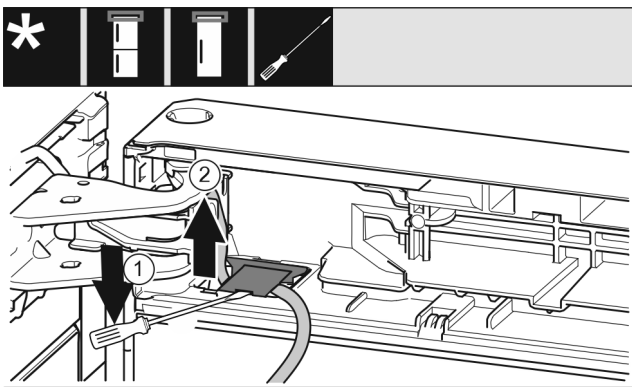

Fig. 11
- ▶ Løft afdækningen med kærnskruetrækkeren, og træk den ud. Fig. 11 (1)
- ▶ Træk kablet ud. Fig. 11 (2)